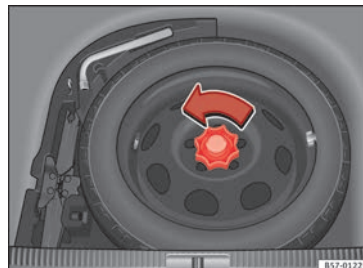

Fig. 228 Roda de emergência: piso de carga levantado.
- Mova a roda no sentido contrário ao dos ponteiros do relógio » **Fig. 228.**